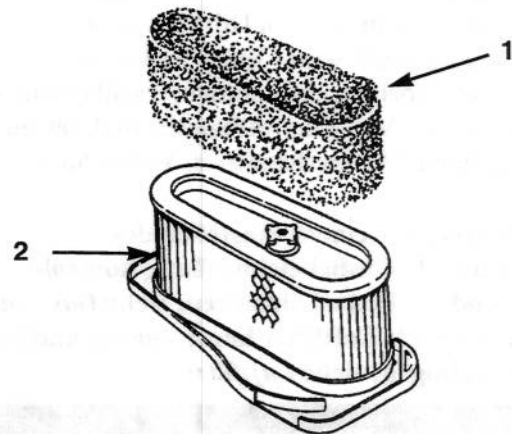

Bild 29
4. Den Schaumeinsatz vorsichtig vom Papiereinsatz abschieben (Bild 29).
1. Den Schaumeinsatz vorsichtig über den Papierluftfiltereinsatz stülpen (Bild 29).